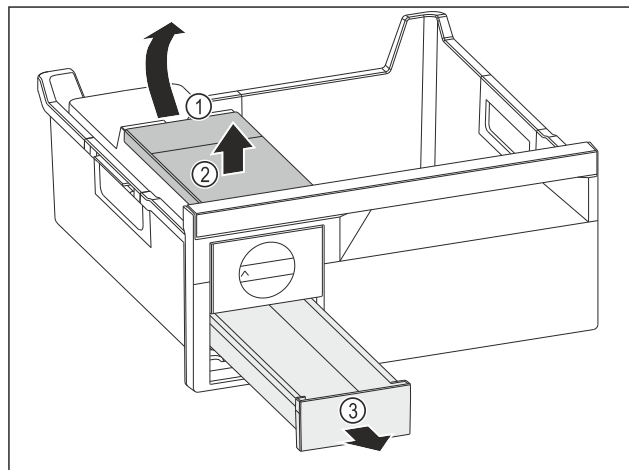

Fig. 171
- ▶ Udtagning af vandtank: Løft vandtanken i udsparingen Fig. 171 (1).
- ▶ Tag vandtanken Fig. 171 (2) op og ud.
- ▶ Tag isterningskuffen Fig. 171 (3) frem og ud.